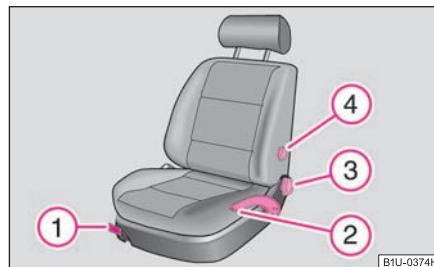

Fig. 54 Elementos de manejo en el asiento
- Tire de la palanca ① ⇒ fig. 54 hacia arriba, desplazando al mismo tiempo el asiento hasta la posición deseada.
- Suelte la palanca ① y desplace el asiento hasta que el enclavamiento encastre de forma audible.
- Descargue el respaldo (no se apoye en él) y gire la ruedecilla de mano (3) ⇒ página 58, fig. 54, a fin de ajustar la inclinación del respaldo.